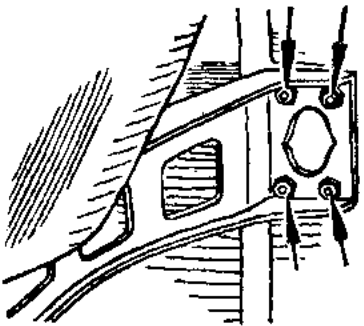

Рис. 10. Болты крепления подкосов.
8. Подтяните восемь болтов крепления подкосов, по четыре с каждой стороны (рис. 10).